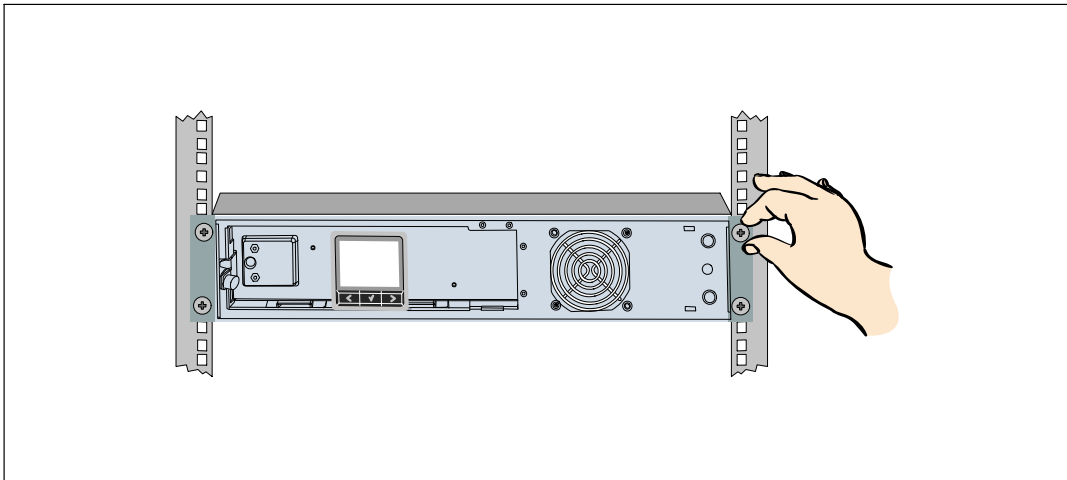

Abbildung 16. Befestigung des Gehäuses
- 7 Sichern Sie die Vorderseite des Schrankes mithilfe von vier Rändelschrauben an den Montageklammern (siehe Abbildung 16) an dem Gestell. Ziehen Sie die Schrauben von Hand fest. Verwenden Sie keine Elektrowerkzeuge. Wiederholen Sie den Vorgang für weitere Gehäuse.